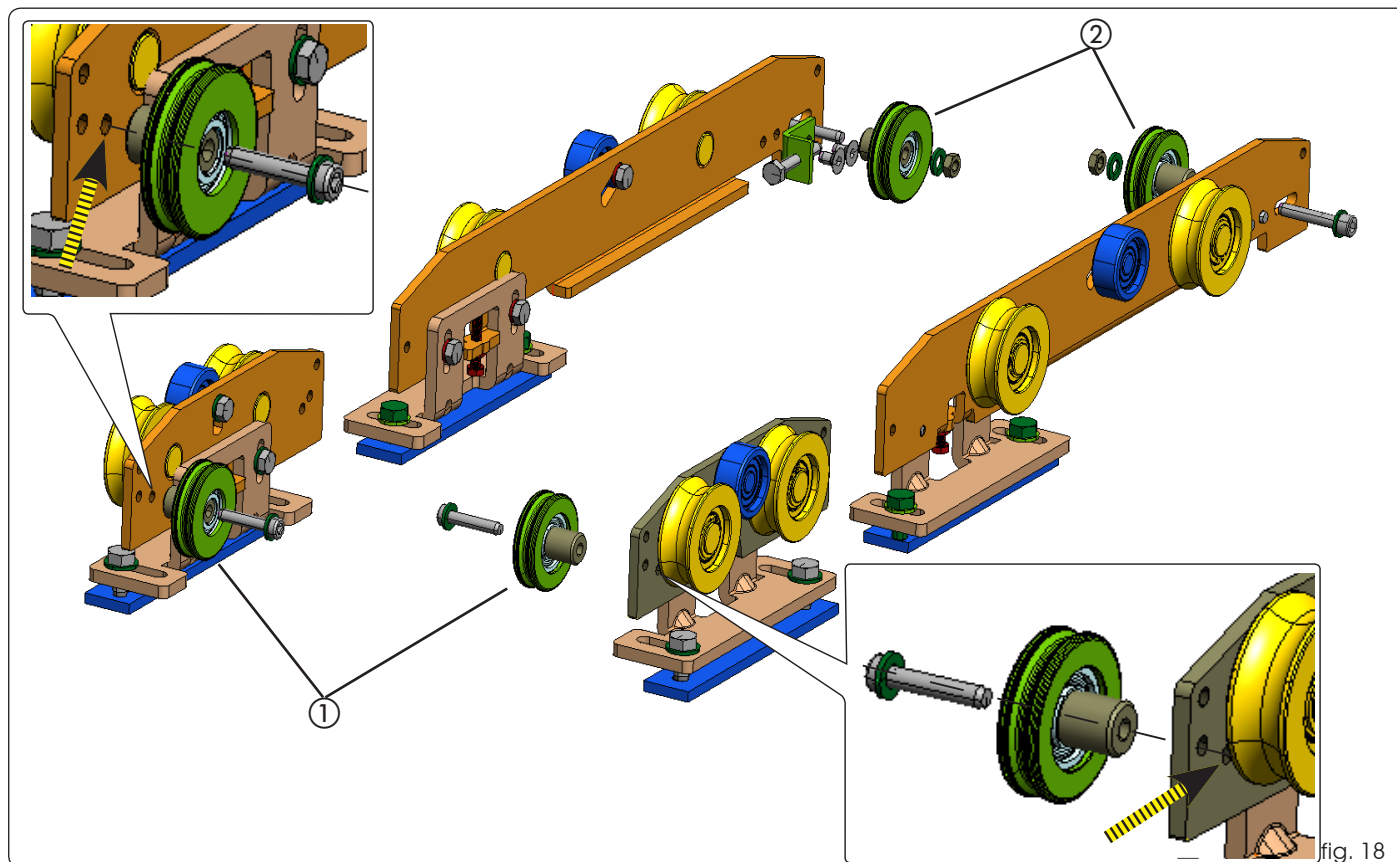

fig. 18
Het wiel in fig.18 ref. ① wordt bevestigd door de schroef in het gat met schroefdraaf van de loopwagen vast te draaien. Op de andere lange loopwagen wordt het tweede wiel bevestigd de schroef met de moer in het gat vast te zetten, in fig.18 ref. ②.